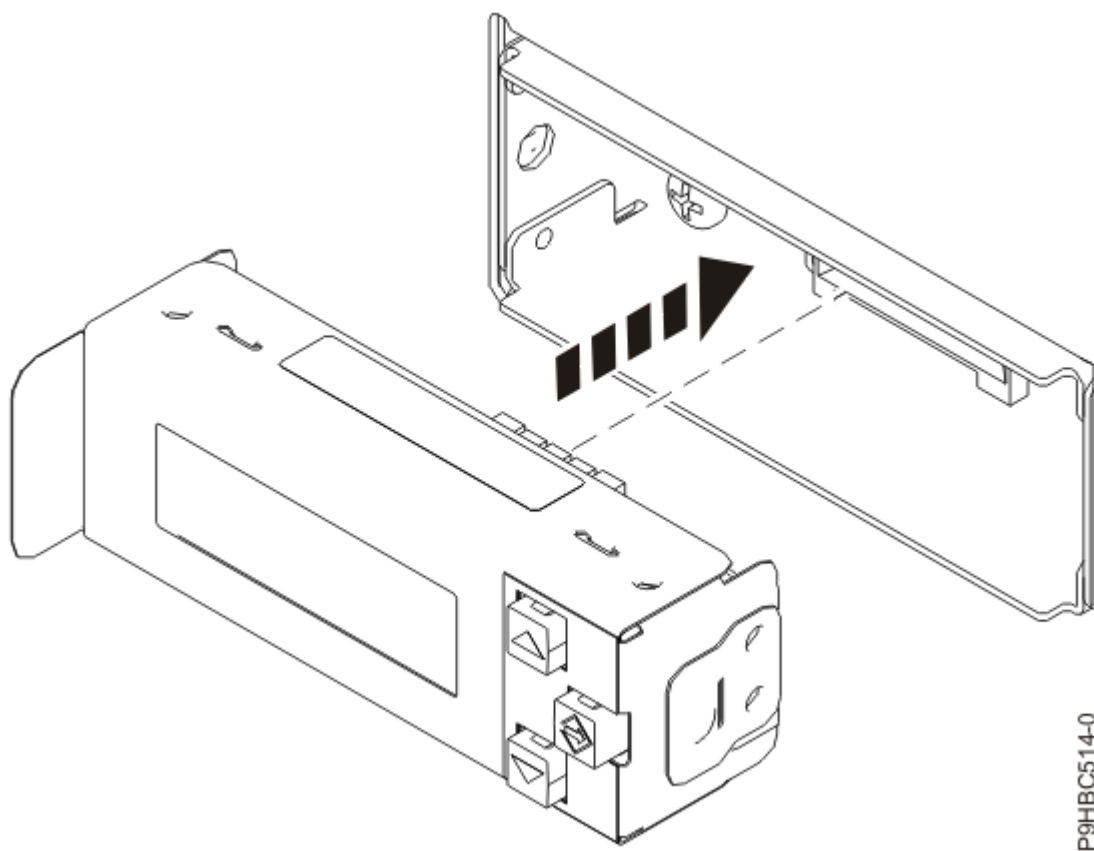

図 61. コントロール・パネル・ディスプレイの挿入
4. コントロール・パネル・ディスプレイをハウジングに押し入れて挿入します (66 ページの図 61 を参照)。音を立てて所定の場所に収まります。